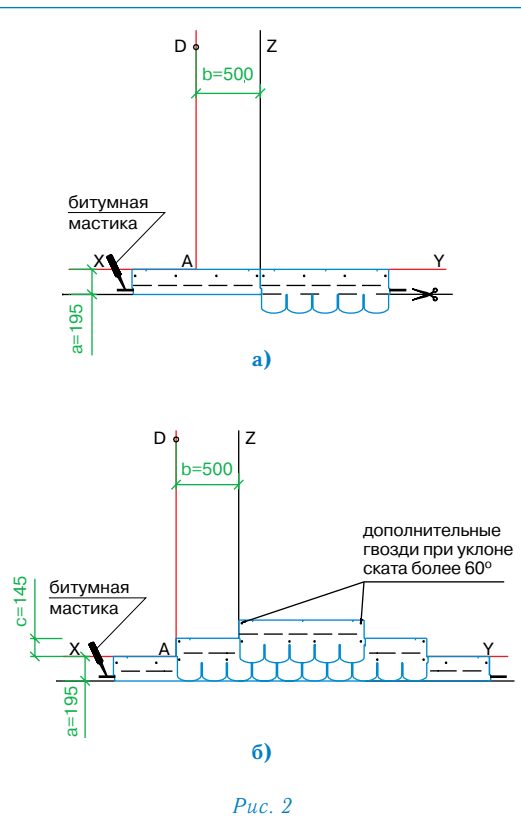

Рис. 2
Укладка материала (рис. 2)
- Начальный ряд формируется из листов черепицы АНТИК обрезанных по линии, образованной конечными точками вырезов. Полученные таким образом полосы шириной 19,5 см укладываются по линии карниза в обе стороны от линии Z (рис. 2а) и фиксируются по нижнему краю битумной мастикой, а по верхней кромке 4 гвоздями (ось гвоздей на 5 см ниже верхнего края полосы);
- далее первый ряд черепицы укладывается от линии AD (рис. 2б);
- второй ряд укладывается от линии Z (со смещением 50 см от AD) (рис. 2б);
Каждый лист черепицы АНТИК крепится 4 гвоздями (ось гвоздей на линии битумных клеевых полос) таким образом, чтобы гвоздь прошивал и верхний край низлежащего листа черепицы (рис. 2б).